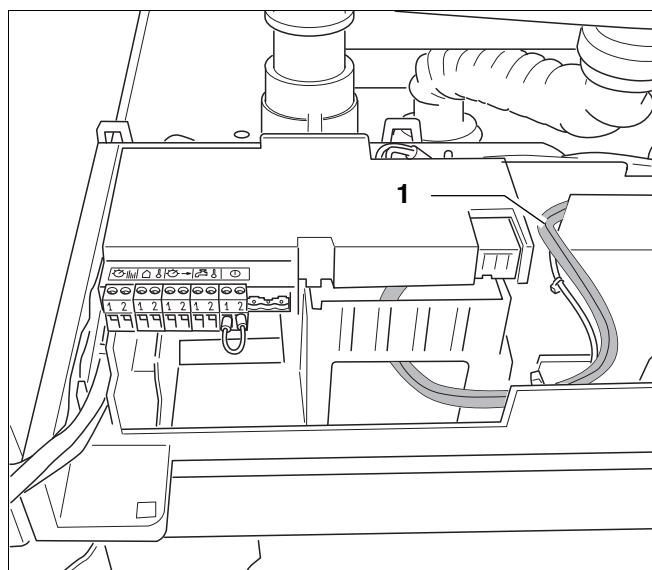
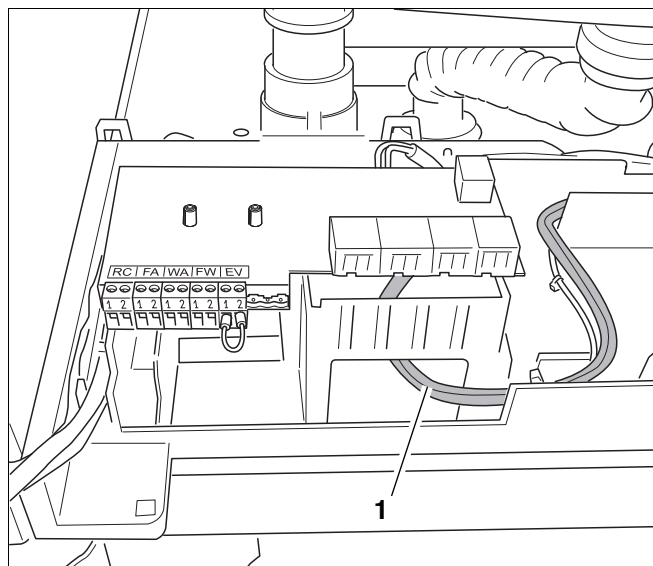

Рис. 37 Кабель насоса 230 В переменного тока
Рис. 38 Вывод кабеля насоса 230 В переменного тока наружу
- Размотать кабель 230 В переменного тока (рис. 37, поз. 1), вывести через котел наружу (рис. 38).